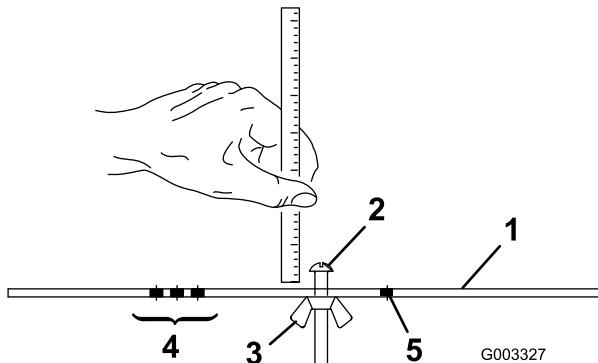

Figure 19
- Desserrez l'écrou du gabarit (Figure 19) et tournez la vis de réglage de manière à obtenir la hauteur de coupe voulue. L'écartement entre la base de la tête de la vis et la face du gabarit correspond à la hauteur de coupe.